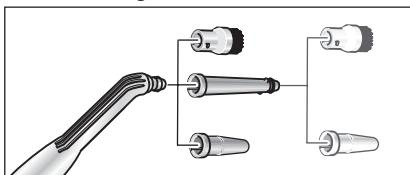

Abb. 6: Aufsätze für Punktstrahldüse
- Um die Reinigungsleistung beim Arbeiten mit der Punktstrahldüse (D1) zu erhöhen, können Sie diese mit der Verlängerung (D2), der Rundbürste (D3) oder der Powerdüse (D4) verwenden (siehe Abb. 6).